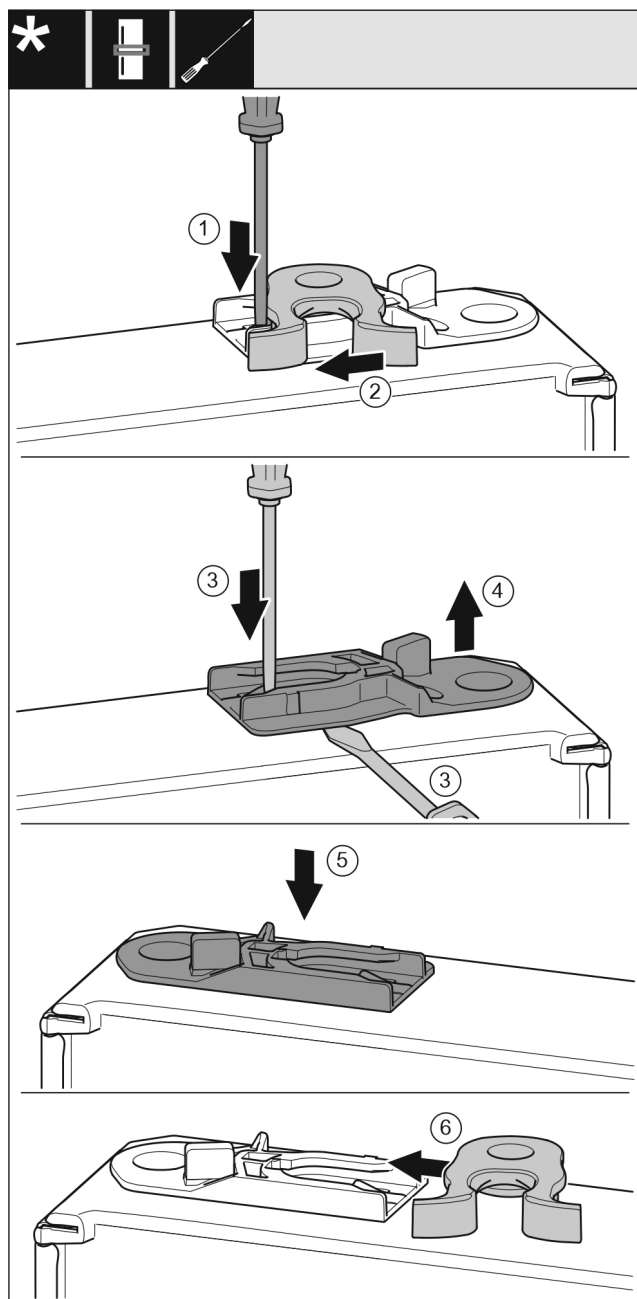

Fig. 20
- Paspauskite antdėklą Fig. 20 (1) išdrožiniu atsuktuvu žemyn.
- Ištraukite uždarymo kabliuką Fig. 20 (2) iš kreipiamosios.
- Ištraukite kreipiamąją įvorę Fig. 20 (3, 4): spauskite antdėklą išdrožiniu atsuktuvu ir tuo pačiu metu pakiškite išdrožinį atsuktuvą po kreipiamąją įvorę.
- Komplektacijoje esančią kreipiamąją įvorę Fig. 20 (5) įstumkite kitoje korpuso pusėje.
- Įstumkite uždarymo kabliuką Fig. 20 (6) į kreipiamąją.